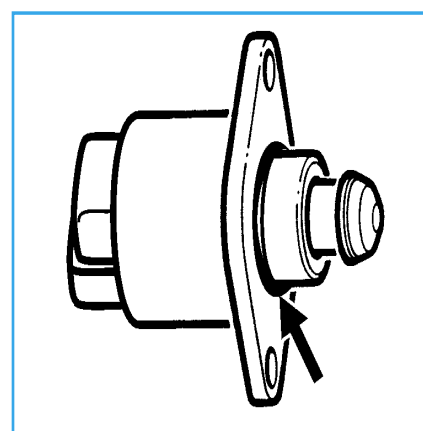

Fig. 1 Moteur pas à pas avec joint torique d'étanchéité (flèche)
Pour les véhicules mentionnés ci-dessus, le programme de produits a été complété par le moteur pas à pas, fig. 1.
Conformément à la fig. 1, y compris le joint torique d'étanchéité (flèche).
- Il faut également veiller à ce que le joint torique d'étanchéité (flèche), fig. 1, soit bien positionné.